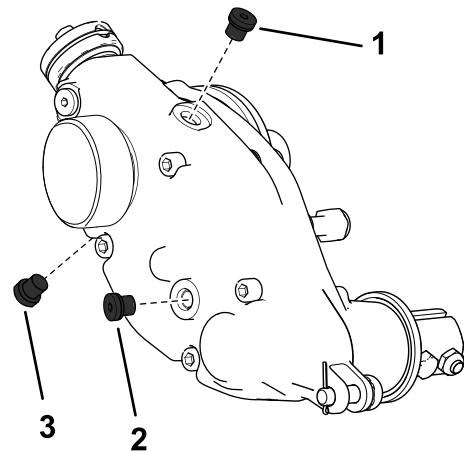

图27
2. 取出壳体底部的排油塞 图27。
3. 取出壳体一侧的加油塞并松开顶部的排气塞以使空气通过 图27。